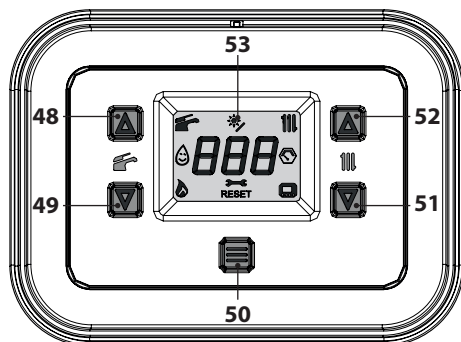

Figura 6.6
- Tenere premuto per 5 secondi il tasto 50 fino a far apparire sul display entrambe i simboli  e  Figura 6.6.
- Entrare in "modalità programmazione" premendo contemporaneamente per 5 secondi i tasti 49 e 51 (Figura 6.6) fino a far apparire sul display LCD le lettere **HiS** che indicano il menu "Storico delle caldaia" (Figura 6.8).
- Premere il tasto 50 (Figura 6.6) per attivare la funzione. Il display visualizzerà quanto segue (Figura 6.10 e Figura 6.11).
- tenere premuti contemporaneamente i tasti 49 e 51 per 5 sec. (Figura 6.6) (ritorno al livello precedente).
- Spegnerne la caldaia tenendo premuto per 5 secondi il tasto 50 (Figura 6.6) fino a far apparire sul display LCD il simbolo **— — —** (i trattini vengono accesi in sequenza per simulare uno scorrimento) (Figura 6.5).